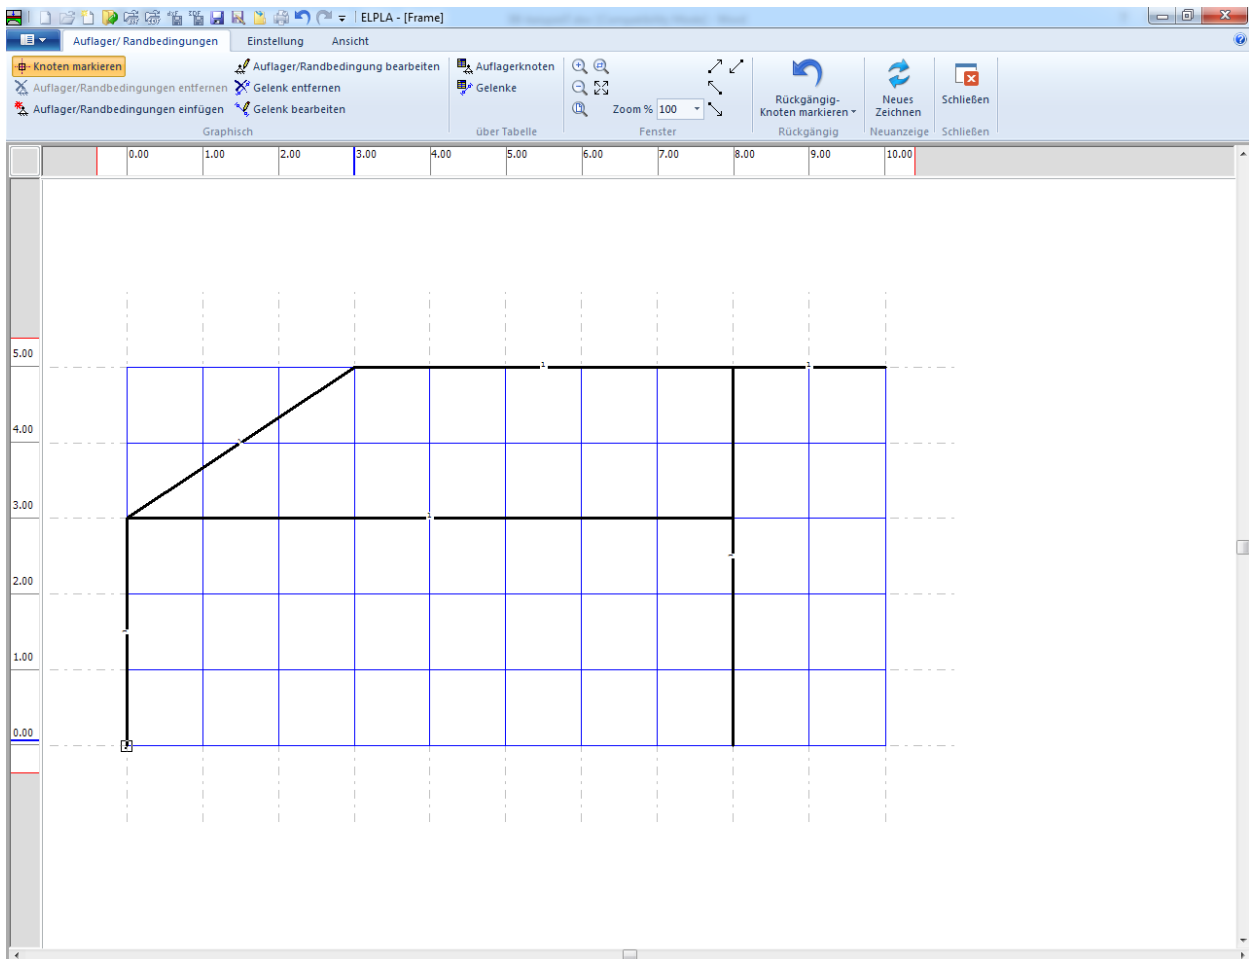

Bild 7.21 Markierung der Knoten mit Auflagern (kleine Rechtecke an den Ecken)
- Klicken Sie die linke Maustaste auf den gewünschten Knoten mit Auflager, wie im Bild 7.21 gezeigt
- Nach dem Auswählen von Knoten der Auflager wählen Sie "Auflager einfügen" aus dem Menü "Graphisch" im Bild 7.21